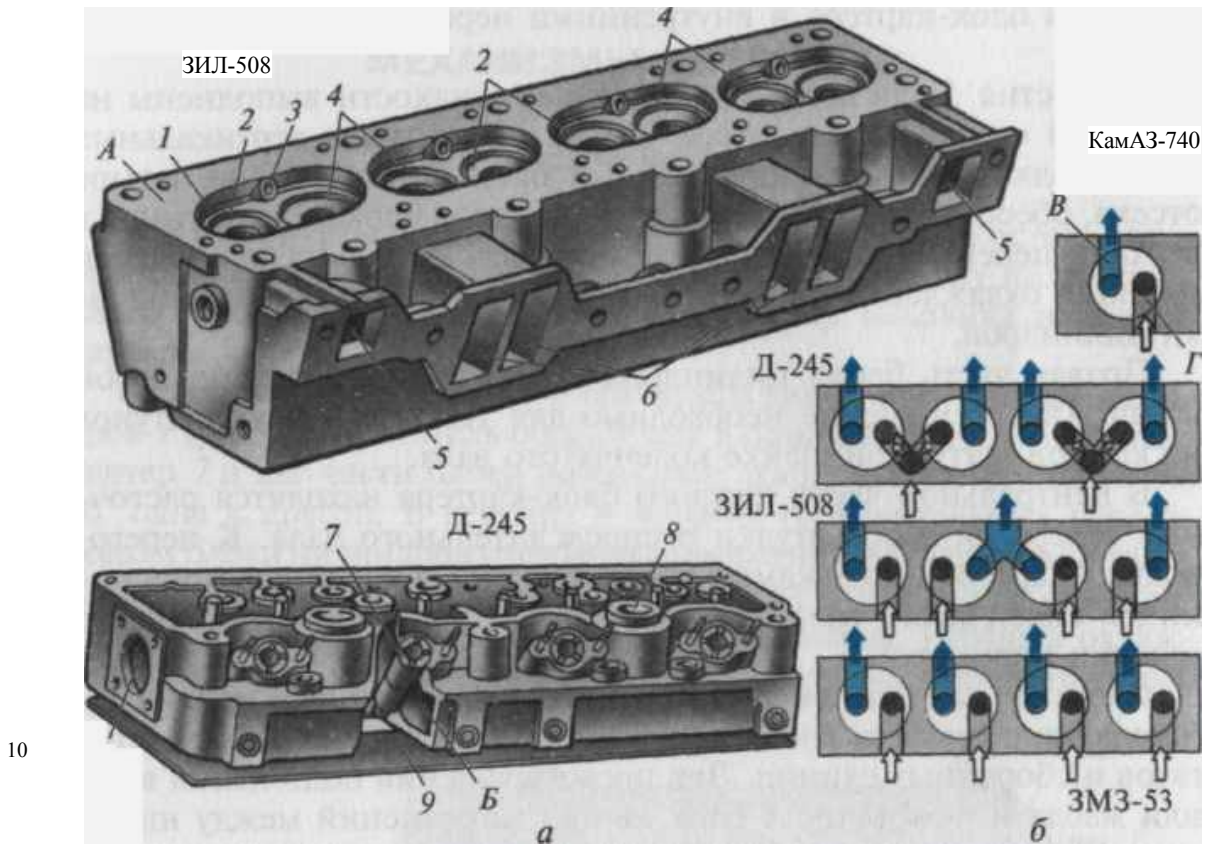

Рис. 7. Головки цилиндров (а) и схемы расположения впускных и выпускных каналов (б):
22. Внесите в таблицу № 9 наименование деталей (рис.7) обозначенные позициями